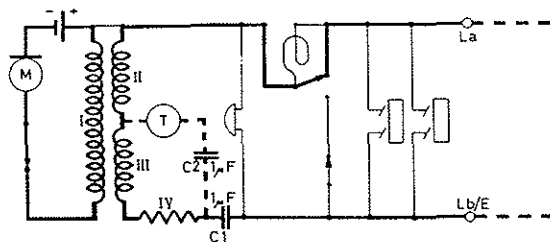

Fig 17.
36. Fig 17 viser strømkretsene for utgående tale. Når mikrofonbryteren trykkes inn, slutes strømmen i mikrofonkretsen. Denne strømmen går fra elementet over mikrofonen, over bryteren, gjennom vikling I på transformatoren og tilbake til elementet. Tale mot mikrofonen gir en varierende likestrøm i vikling I. Denne varierende likestrømmen induseres i vikling II og III. Fra vikling II og III går strømmen over motstanden IV, gjennom kondensatoren «C1», over «Lb/E», linjen, «La» og tilbake over induktorkontakten.